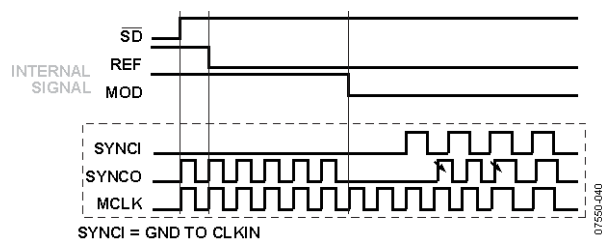

図 40.SYNCI = GND からクロック入力へ切り替え
- SYNCI = GND、クロックへ切り替え。SYNCI ピンが最初に GND に接続されて、次にクロック信号に切り替えられると、SYNCO は複数の内部クロック信号を発生した後、最終的に外部クロック信号へ同期化されます(図 40 参照)。